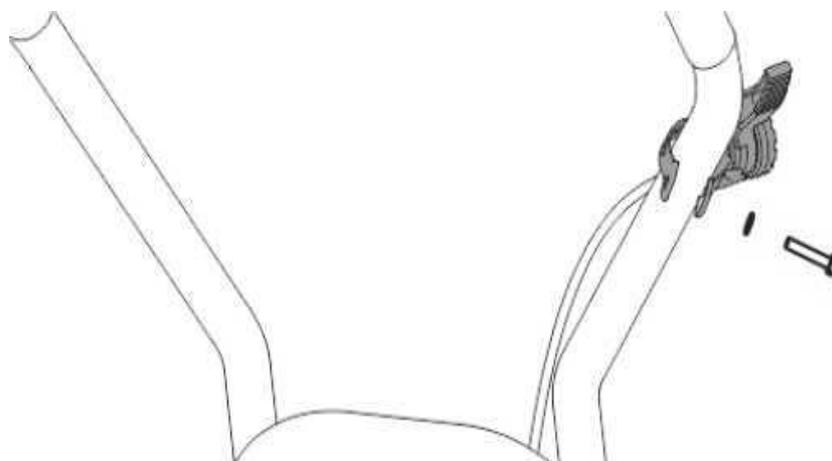

Рис. 6. Установка рычага газа.
3. Далее необходимо установить рычаг газа на верхнюю часть рабочей рукоятки. Выкрутите из кронштейна рычага газа винт крепления и вставьте его в шайбу. Закрепите рычаг газа на верхней части рабочей рукоятки (Рис. 6).